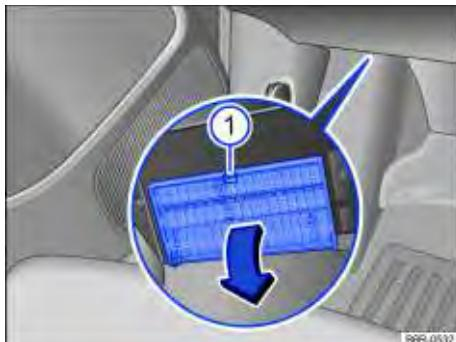

Fig. 142 No lado do condutor embaixo do painel de instrumentos: abrir a cobertura da caixa de fusíveis.
- *Abrir:* pressionar a alavanca de travamento  Fig. 142 ① até que a cobertura se abra.
- *Fechar:* rebater a cobertura no sentido contrário à seta até que ela se trave audivelmente na alavanca de travamento ①.